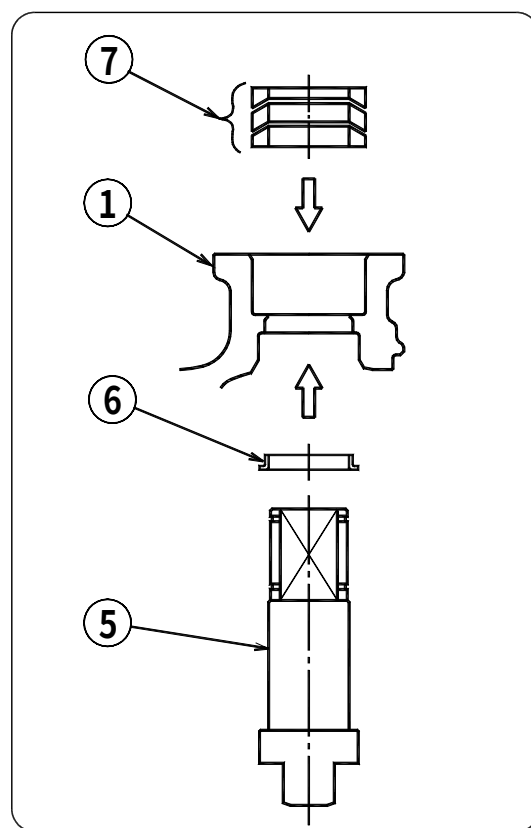
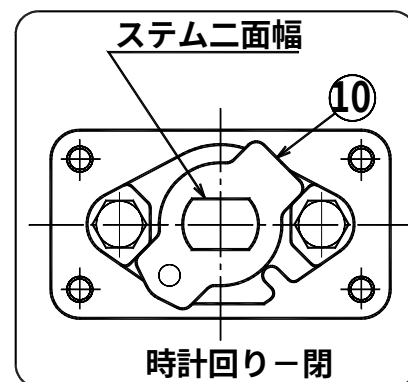

図 1
図 2
- 1) ボディ①の六角部分を下に，グラント部を手前にして，垂直に置く。
- 2) ステム⑤にステムベアリング⑥を装着する。
- 3) ステム⑤をボディ①の内側からグラント部に装着する。
- 4) 図1を参照して，入れる方向を確認し，グラントパッキン⑦をボディ①に装着する。
- 5) グラントキャップ⑧にグラントベアリング⑨(25A～50A)を入れ，断面図を参照し，キーロック穴を下側にして，ボディ①のグラント部に装着する。
- 6) 片方の手でボディ①をつかみ固定し，他方の手でステム⑤を十分にボディ①外側に引っ張った後，ボルト⑬2本をねじ込む。(手で締める程度とする)
- 7) ボルト⑬2本を片締めにならないように，締め過ぎないように，交互に締め付ける。
- 8) 図2を参照して，ステム⑤の二面幅方向を確認し，時計方向に回すと閉になるようにストッパ⑩を取り付ける。
- 9) 手動弁で，ハンドルを固定する場合，ハンドルを取付の上，スナップリング⑪をスナップリングプライヤを用いて，ステム⑤の手前の溝にはめ込む。